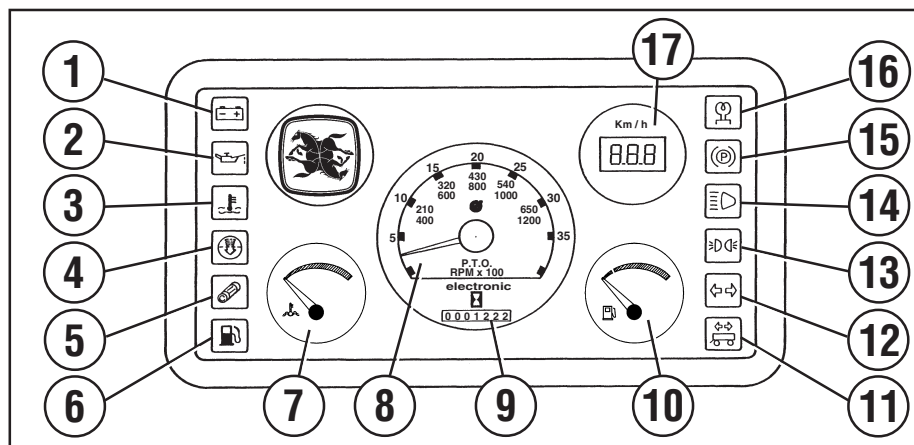

Fig. 18
- Indsæt nøglen i startafbryderen, og drej til position 1. Herefter tændes kun kontrollamperne for «utilstrækkelig batteriladning (1 Fig. 18)», «utilstrække-
ligt olietryk (2 Fig. 18)» og for «funktion til foropvarmning (16 Fig. 18)».